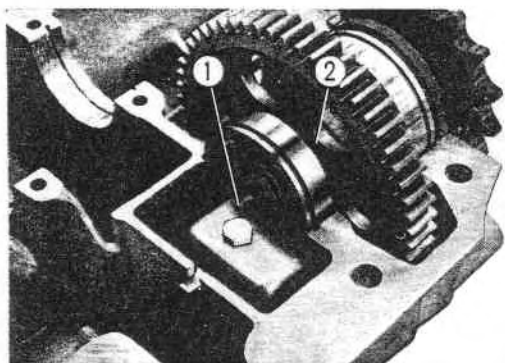

Fig. 5-18 ① Guide de l'huile de l'arbre final
7. Monter l'ensemble de l'arbre final dans le carter supérieur; ne pas oublier la bague de retenue, mettre en place ensuite le guide de l'huile de l'arbre final. (Fig. 5-18)